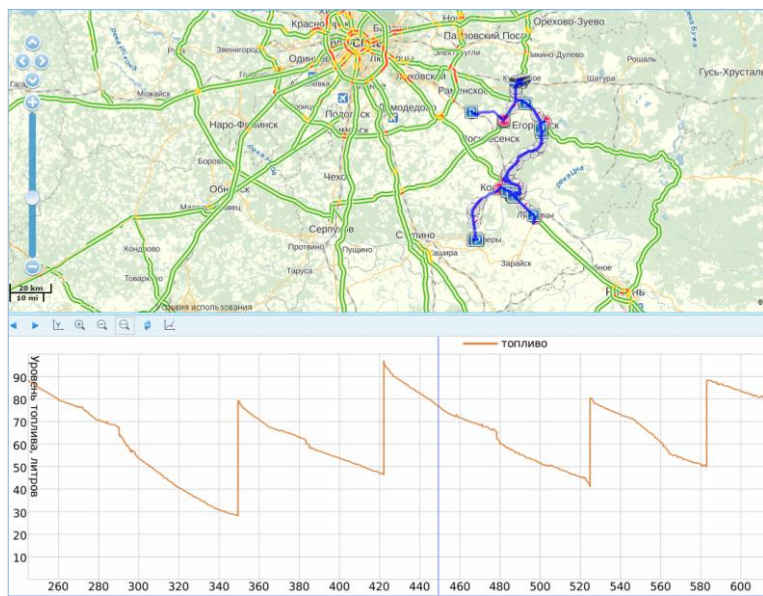

Рисунок 10 Пример графического отчета об уровне топлива
- на основании вычисленных значений строятся пользовательские графические или табличные отчеты по уровню и расходу топлива (Рис. 10, 11).